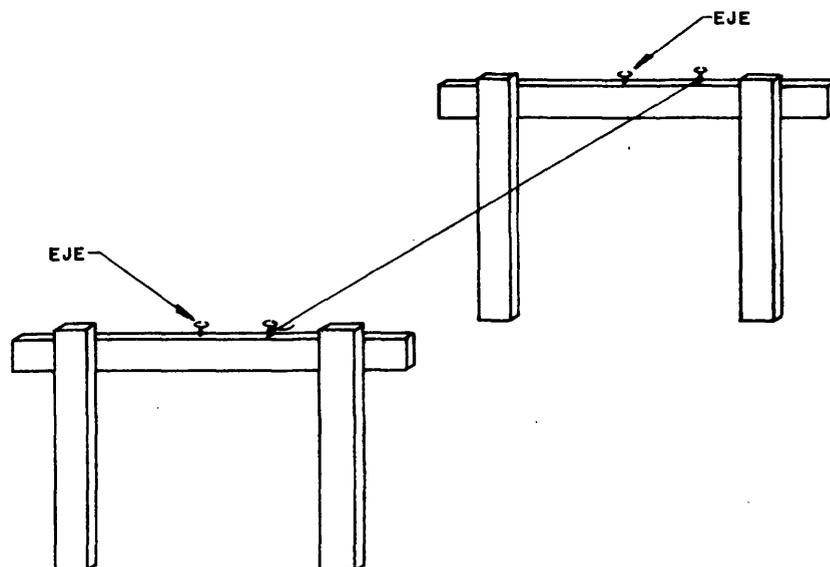

Fig. 4
2. En la medida tomada se introduce un clavo (fig. 4).
3. Se coloca un guaral en los clavos que indican la mitad de la sección de la columna (fig. 4).